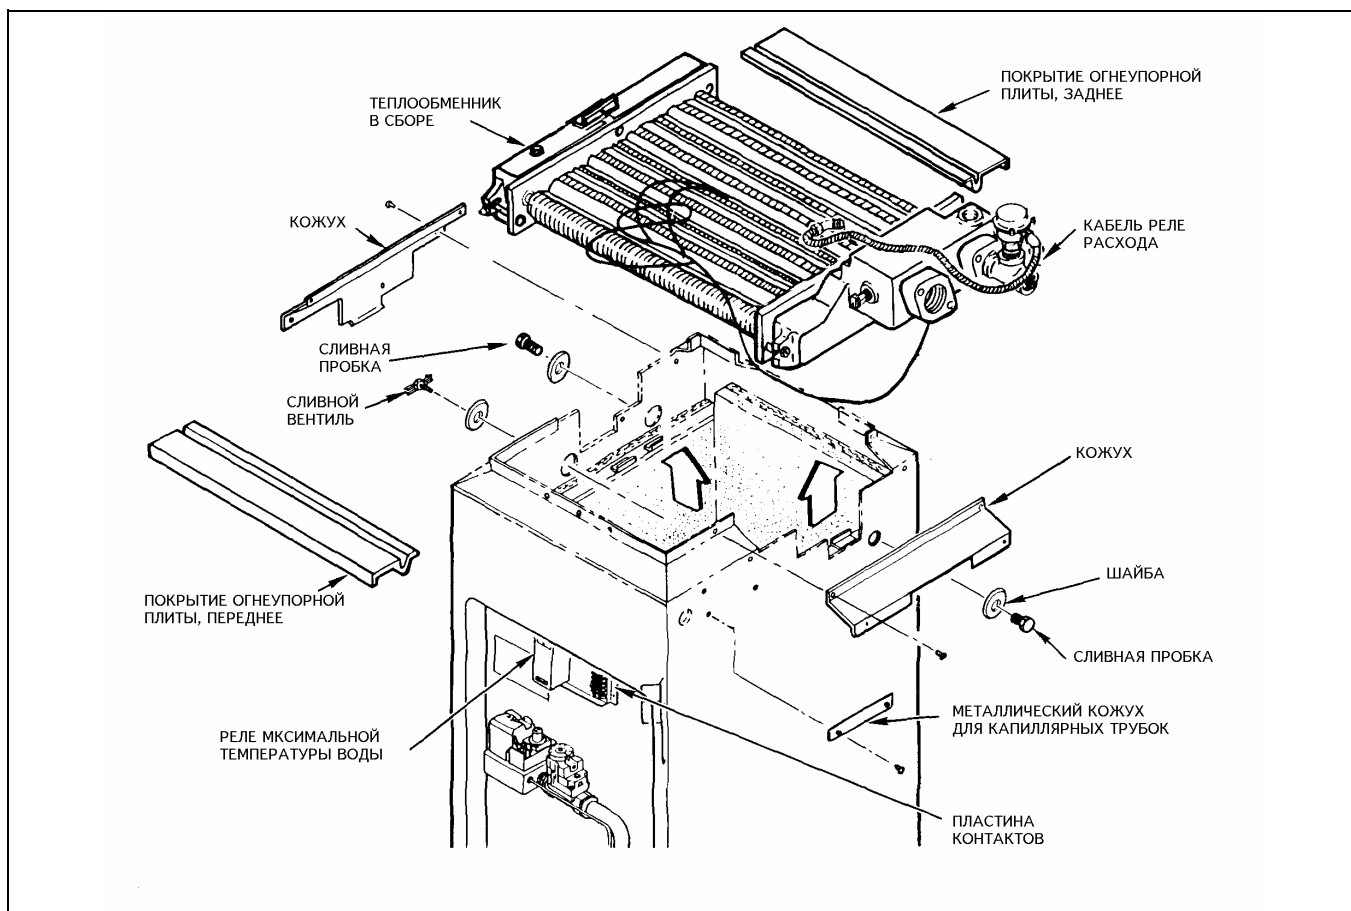

Рис.8 Изменение местоположения водяных труб.
2. Открутите винты, показанные на рис.8 и снимите верхнюю решетчатую панель, подняв ее вертикально.
8. Снимите сливной кран и пробки. Две сливные пробки с шестигранными головками расположены одна - с левой, вторая - с правой стороны котла, ближе к задней части обшивки. Сливной кран расположен на левой стороне ближе 9. передней части котла (см. рис.8)
11. В блоке управления найдите реле максимальной температуры с ручной переустановкой (см. рис.8). Ослабьте винт, крепящий кожух реле сверху и снимите кожух. Ослабьте винт, крепящий белый провод и отсоедините его от контакта. Вытяните его через верх кожуха.
17. После того, как изолирующая трубка проводов вынута из-под обшивки котла, следует вынуть два коричневых провода из электрической панели. Смотайте их и положите на верх теплообменника (как показано на рис.8).